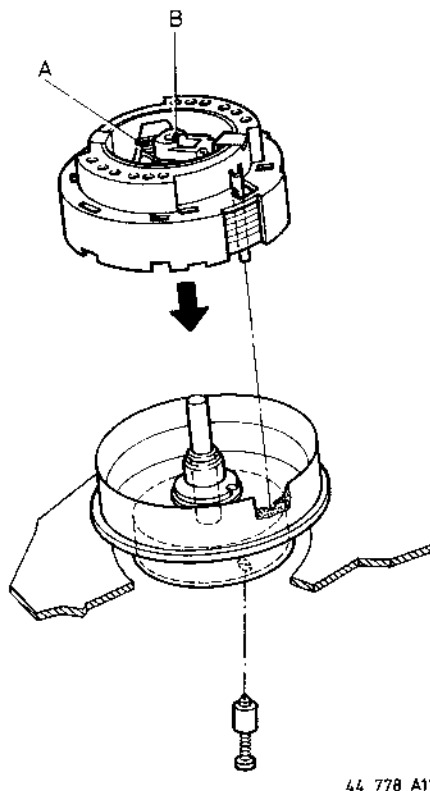

Fig.1-17
- Den Fixierstift (in Serviceverpackung mitgeliefert) in das Referenzloch an der Unterseite der Abtasteinheit eindrücken bis er einrastet und den Rotor in seiner Position festhält. (fig. 1-17)